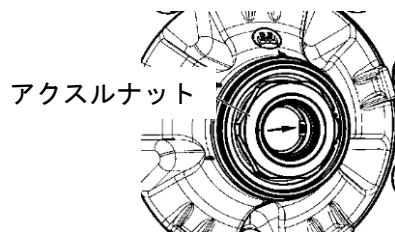

図2
- ① アクスルスピンドル部を清掃し、グリースECO-Li Plusを全面に薄く塗布する。
- ② アクスルナットを回して、ディスクの突起をアクスルスピンドルの溝に合わせる。図2
- ③ アクスルナットは、最初に手で回し数回まわしたらアクスルナット用ボックススパナを使用して締付ける。